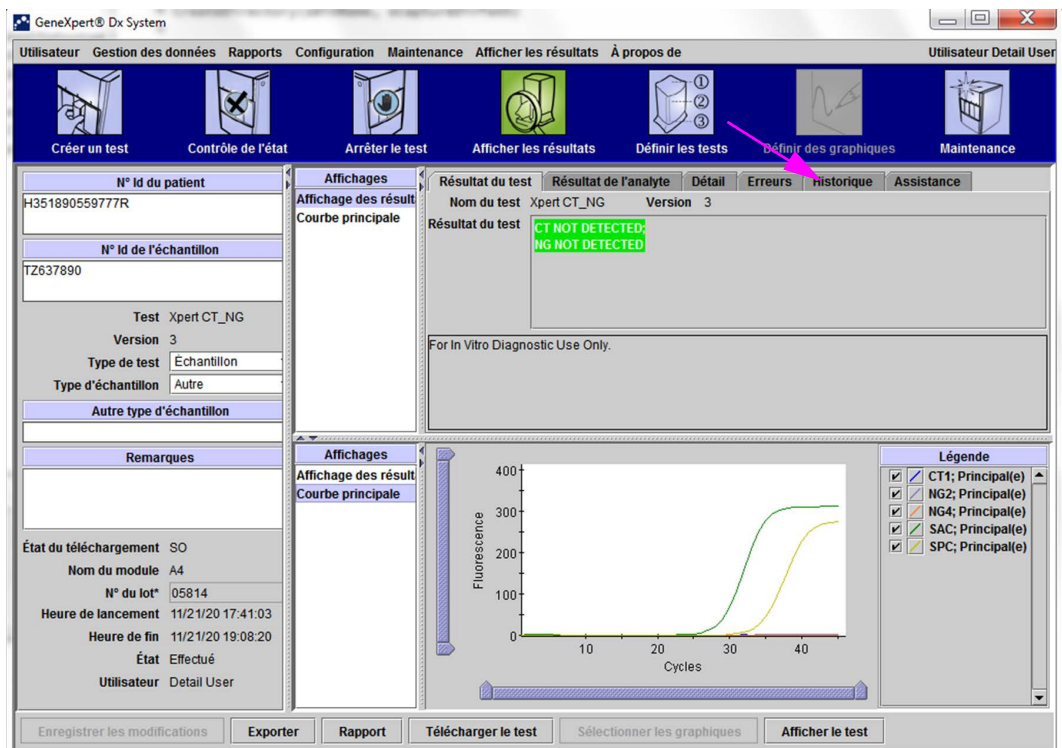
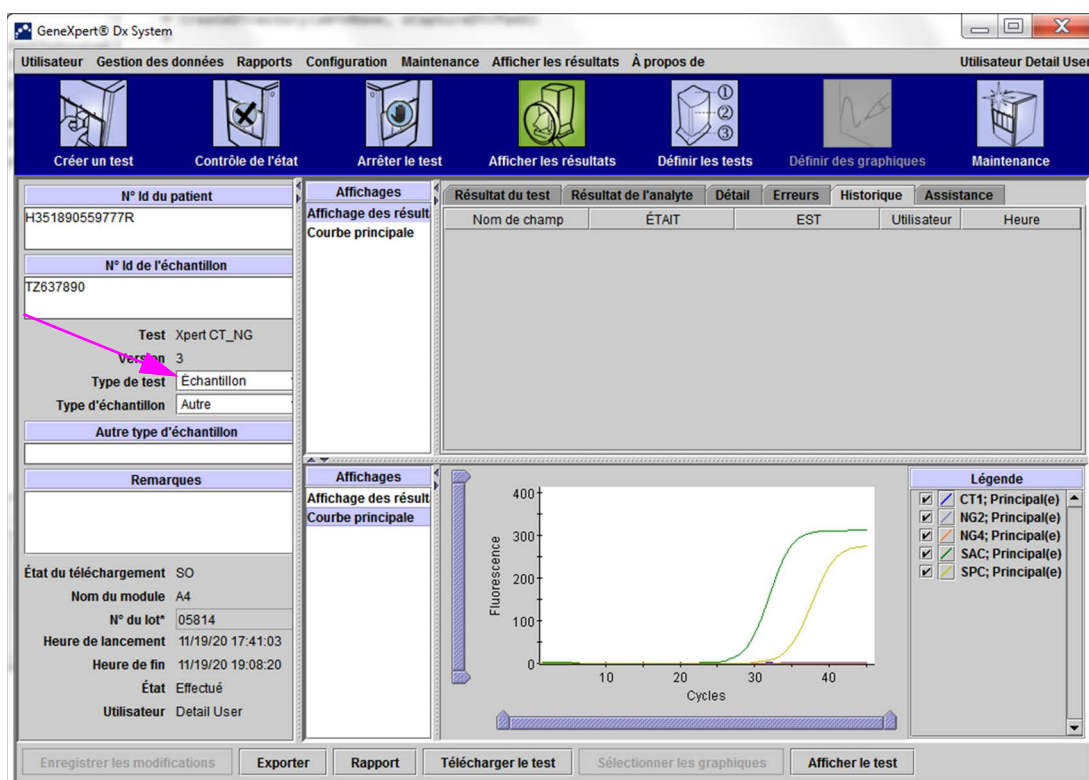

Figure 5-48. Fenêtre Afficher les résultats—(Utilisateurs Détail et Administrateur)
Figure 5-49. Fenêtre Afficher les résultats GeneXpert Dx, onglet Historique sélectionné
2. Cliquez sur l'onglet **Historique** dans l'écran Afficher les résultats (cf. Figure 5-48). L'onglet **Historique** s'affiche, indiquant qu'aucun changement n'a été effectué dans le test. Voir Figure 5-49.